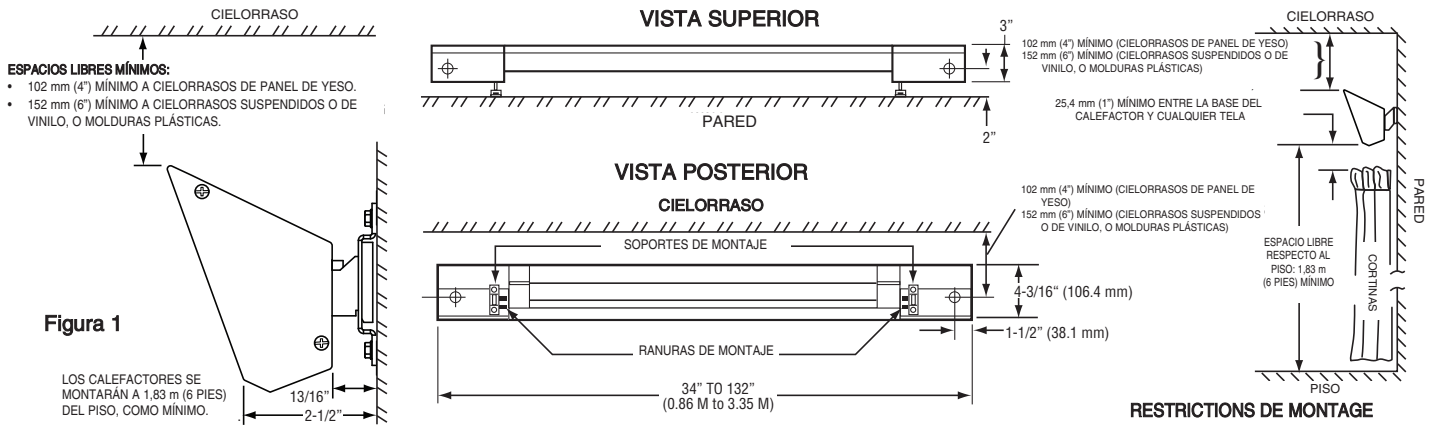
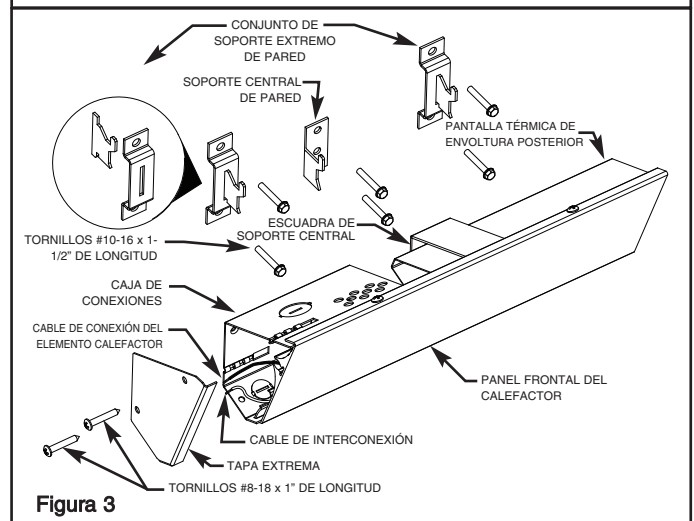

Figura 1
Figura 3
1. Seleccione la distancia correcta de montaje para el material del cielorraso, de acuerdo con la Figura 1. Mediante la Tabla 1, determine la distancia entre centros de los soportes extremos de pared según la potencia en watts del modelo particular que se va a montar. Divida este valor por 2 para determinar la ubicación aproximada de montaje del soporte central de pared. Marque estas ubicaciones en la pared elegida. Localice un travesaño cercano a la marca para el soporte central de pared. Use este travesaño para la ubicación del soporte (no tenga en cuenta la marca original mencionada antes). Arme los soportes extremos de pared como se indica en la Figura 3.
7. Coloque las tapas extremas (que se proveen en la bolsa de piezas) como lo muestra la Figura 3.